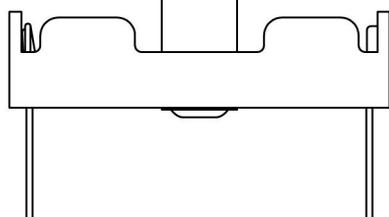

ABB. 15
5. Batteriesicherungsband unter Batterien nach oben ziehen, um die Batterie zu lösen wie dargestellt in ABB. 15. Die Batterien gemäß den lokalen Vorschriften für die Batterieentsorgung entsorgen.
6. Die neue Batterie wie am Batteriehalter angegeben einsetzen. Fest auf die Batterie drücken. Siehe ABB. 15 zur Erkennung des Plus- und Minuspols der Batterie.